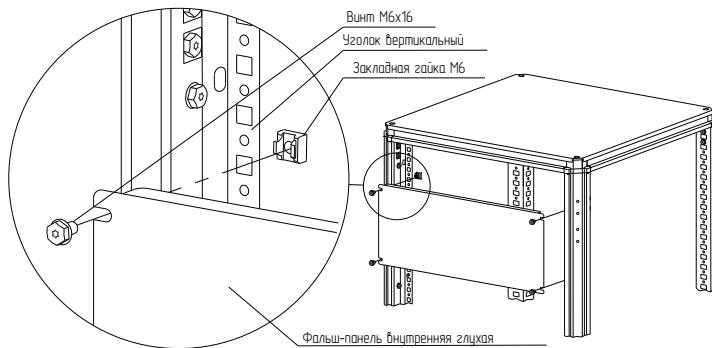

Рисунок 2
- вариант 2. Набором «закладная гайка M6 – винт M6×16 – шайба 6». Для этого предварительно установить закладные гайки в квадратные отверстия уголка вертикального для фальш-панелей внутренних и закрепить фальш-панель внутреннюю глухую винтами M6×16 с шайбами 6 (рисунок 2). Момент затяжки – 7 Н·м. Набор крепежа приобрести отдельно.